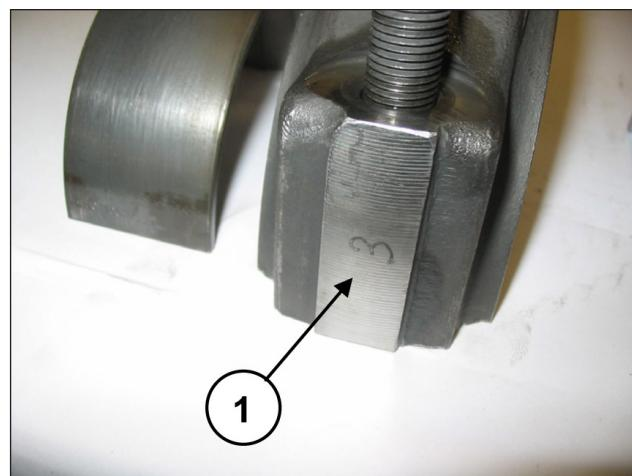

Fig. 42
Acople as semi-bielas às capas anteriormente desmontadas consultando a numeração (pos. ①, Fig. 42).
Separe as capas das semi-bielas; o acoplamento correto será garantido pela numeração colocada em um lado (pos. ①, Fig. 42).